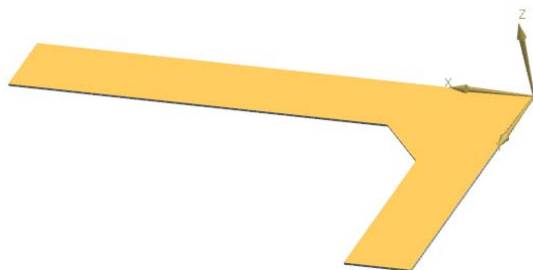

图 11-153 选择草图工作平面
(1) 选择“菜单(M)”→“插入(S)”→“草图(H)”，或者单击“主页”选项卡“直接草图”面组上的“草图”按钮 ，打开“创建草图”对话框。选择草图工作平面，如图 11-153 所示。